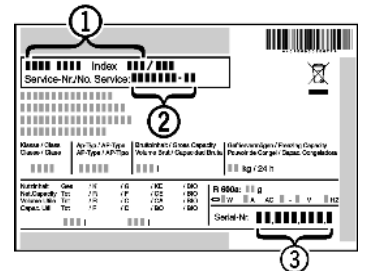

Fig. 43
- ▶ Считать обозначение устройства Fig. 43 (1), сервисный номер Fig. 43 (2) и серийный номер Fig. 43 (3) с заводской таблички. Заводская табличка находится внутри устройства слева.